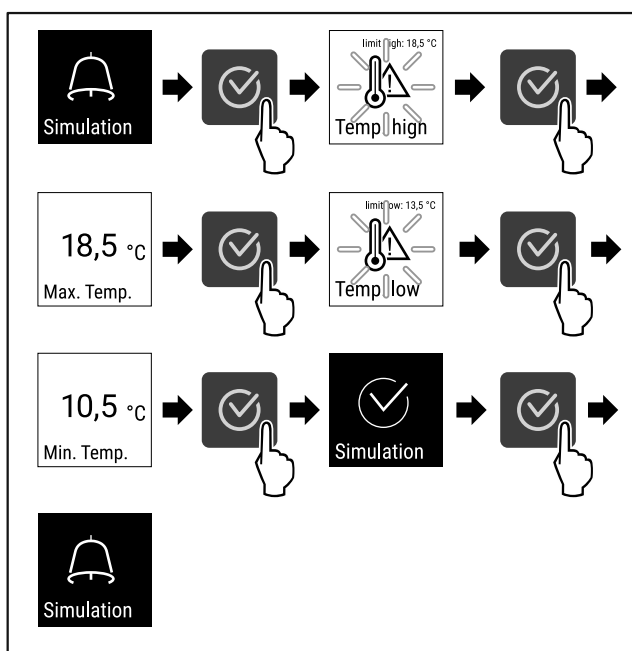

Fig. 109
- ▶ Atlikite veiksmus (žr. Fig. 109).